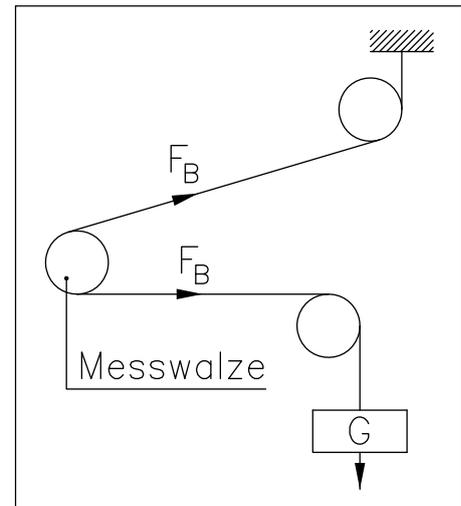

Bild 3: Kalibrierung des Messverstärkers
Mit der Kalibrierung stimmt man den Verstärkungsfaktor mit den Kraftaufnehmern ab. Man bestimmt den Verstärkungsfaktor (Gain). Nach der Kalibrierung entspricht die angezeigte Kraft der effektiv auf das Material wirkenden Kraft. Es stehen zwei Kalibrierungsverfahren zur Verfügung. Die erste hier beschriebene Kalibrierungsmethode verwendet ein definiertes Gewicht. Es gibt auch ein rechnerisches Verfahren für die Verstärkung. Das Kalibrierungsverfahren mit dem Gewicht ist einfach und liefert genauere Resultate weil es den Materialverlauf nachbildet und den tatsächlichen Gegebenheiten in der Maschine Rechnung trägt (siehe **Bild 3**).
9. Material oder Seil mit einem definierten Gewicht belasten (**Bild 3**).